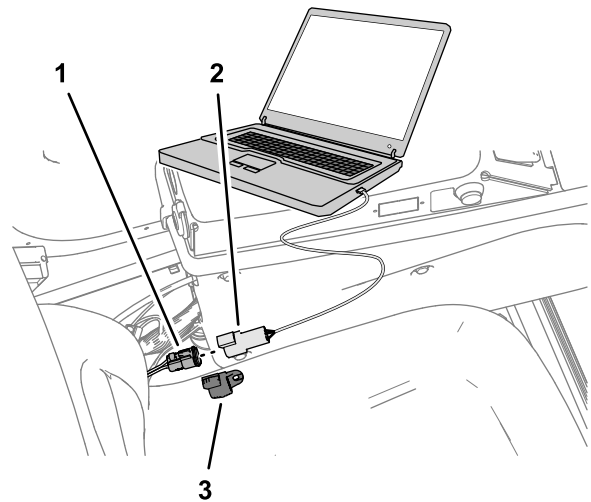

**Figure 154**
5. Au bas de l'écran d'étalonnage de la bobine, cliquez sur l'icône ACCEPTER ET ENREGISTRER (Figure 154).